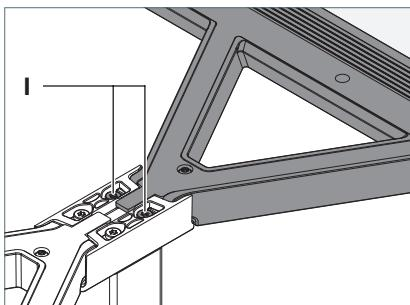

Fig. 21: Leuchtenkopf justieren.
- Um einen Leuchtenkopf abzusenken, drehen Sie die Schrauben I, die diesen Leuchtenkopf halten, gegen den Uhrzeigersinn, siehe Fig. 21.